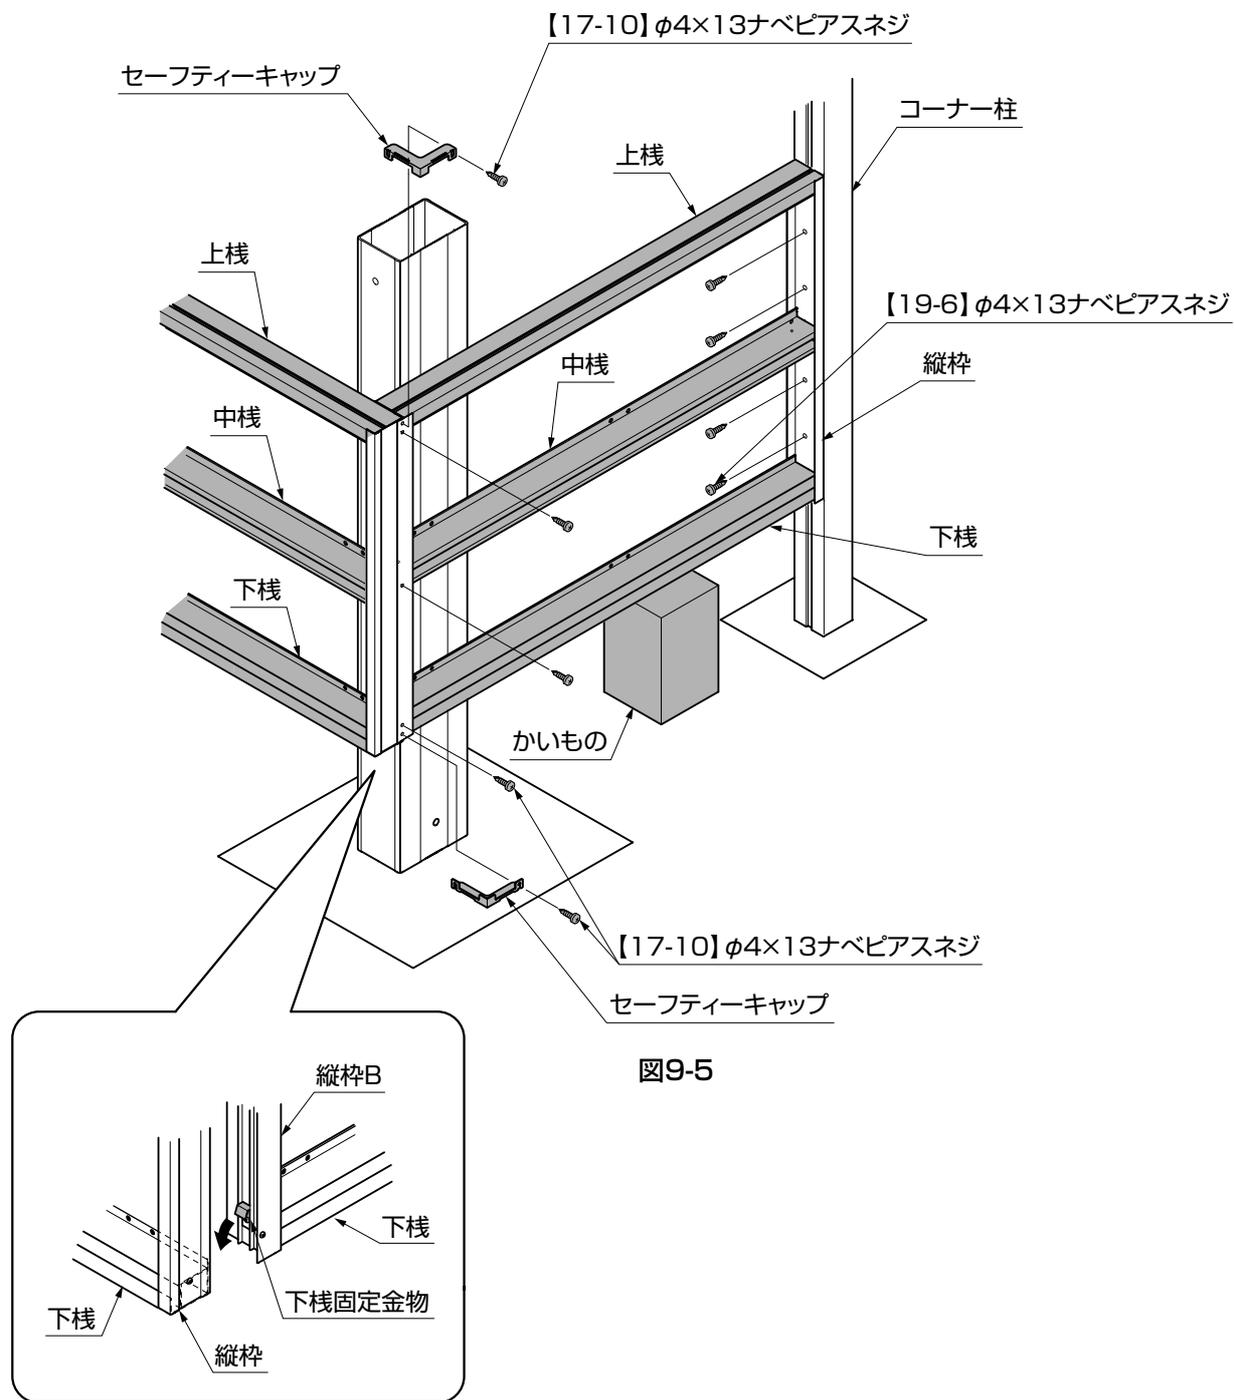

図9-5
- ②組んだサイドパネルを背面サイドパネルの下棧に引掛け、下にかいものをして背面サイドパネルに固定してください。(図9-5参照)
- ③コーナー柱の位置を出し、梁に固定してください。